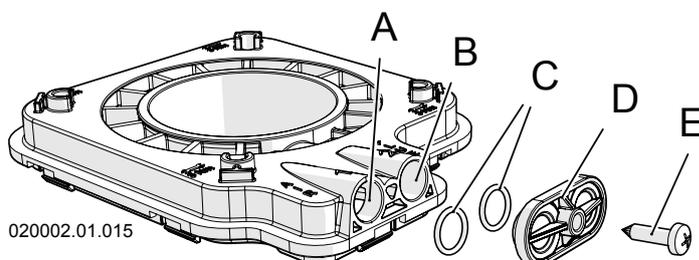

Figure 6-10 - Prises d'analyse de combustion Modèles 16-22
- 3.- raccorder un analyseur de combustion dans la prise spécifique sur le raccord d'évacuation des fumées « B » (Figures 6-10 et 6-11) ;